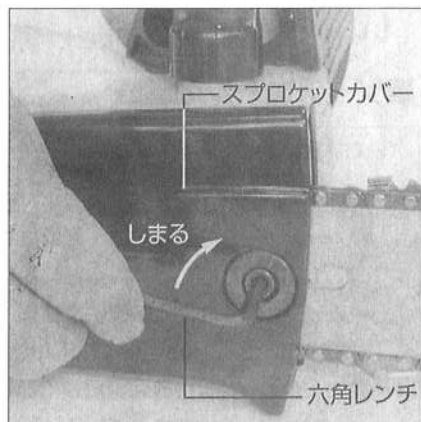

図5
⑤ソーチェーンの調整が完了したら、六角穴付ボルトを六角レンチで強く締め付けてください。(図5参照)
⑥新しいソーチェーンは多少伸びますので時々調整をしてください。調整をするときは必ずスイッチを切り電源からプラグを抜いて行ってください。